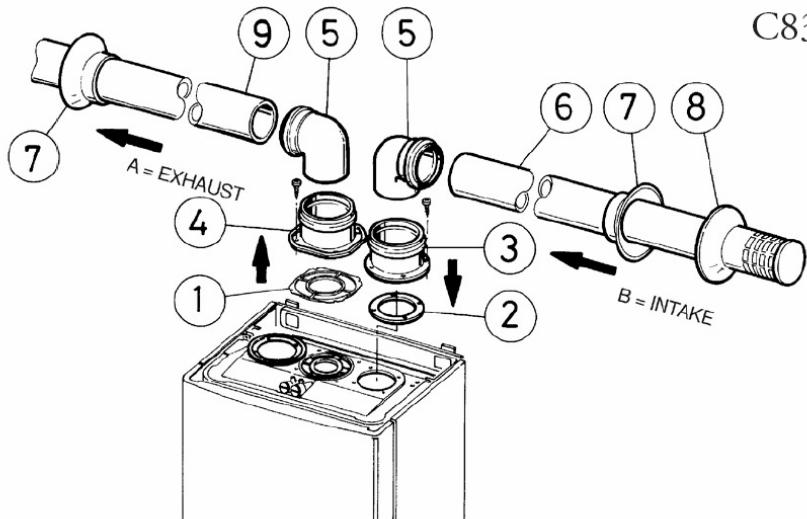

Рис. 13 Комплект сепаратора диаметром 80/80 мм.
Сепаратор диаметр 80/80 позволяет разделять воздуховоды удаления дыма и забора воздуха, как показано на Рис.13. Через воздуховод (A) (обязательно из пластикового материала, так как он должен быть устойчивым к воздействию кислотной среды), выводятся продукты сгорания топлива. Через воздуховод (B) (также пластиковый) всасывается воздух для сжигания газа. Всасывающий воздуховод (B) может располагаться как слева, так и справа от центрального выводящего воздуховода (A). Оба воздуховода могут быть ориентированы в любом направлении.